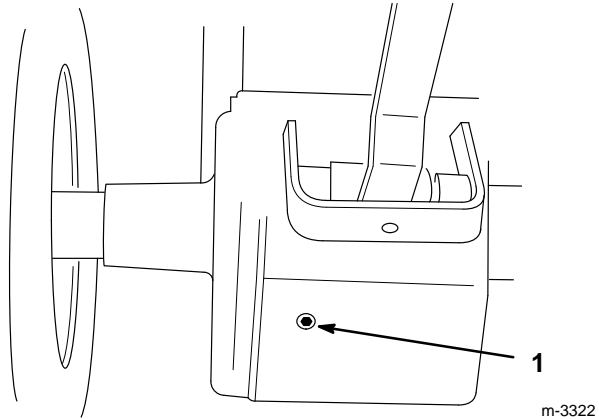

Abbildung 47
3. Eine Schale unter die Ablassöffnung der Hinterachse stellen. Den Ablass öffnen, indem die Schraube herausgeschraubt wird (Abb. 47).